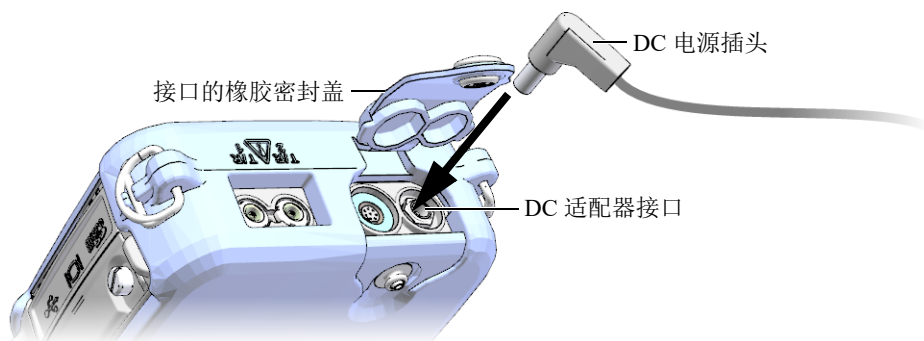

图 2-3 接入 DC 电源插头
2. 在 38DL PLUS 仪器上，打开 38DL PLUS 仪器顶部盖住 DC 适配器接口的橡胶密封盖（参见第 37 页的图 2-3）。
3. 将充电器 / 适配器的 DC 电源插头插入到 DC 适配器接口中（参见第 37 页的图 2-3）。